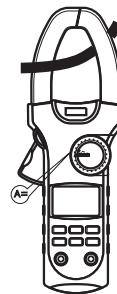

图 9
7. 直流电流测量 (A) (见图9)***设置转盘开关**
注意: 电流测量功能必须在0℃~40℃之间操作在直流电流测量时，如果读数为正值，则电流的方向为由上到下（见图9：面板为上，底盖为下）。